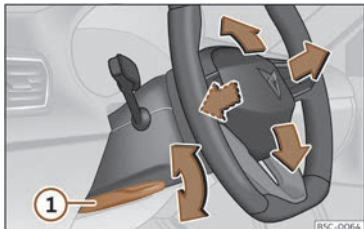

Fig. 8 Levier sur la partie inférieure latérale de la colonne de direction.
- Tirez le levier » fig. 8 ① jusqu'en bas, déplacez le volant sur la position souhaitée, puis remontez le levier en position de verrouillage.
- Après avoir réglé la colonne de direction, poussez fermement le levier » fig. 8 ① vers le haut pour que le volant ne change pas de position accidentellement en cours de route.